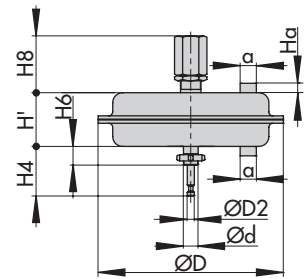

Fig. 20 : Type 3271 avec limitation de course
1) Limitation de course bidirectionnelle voir Fig. 20